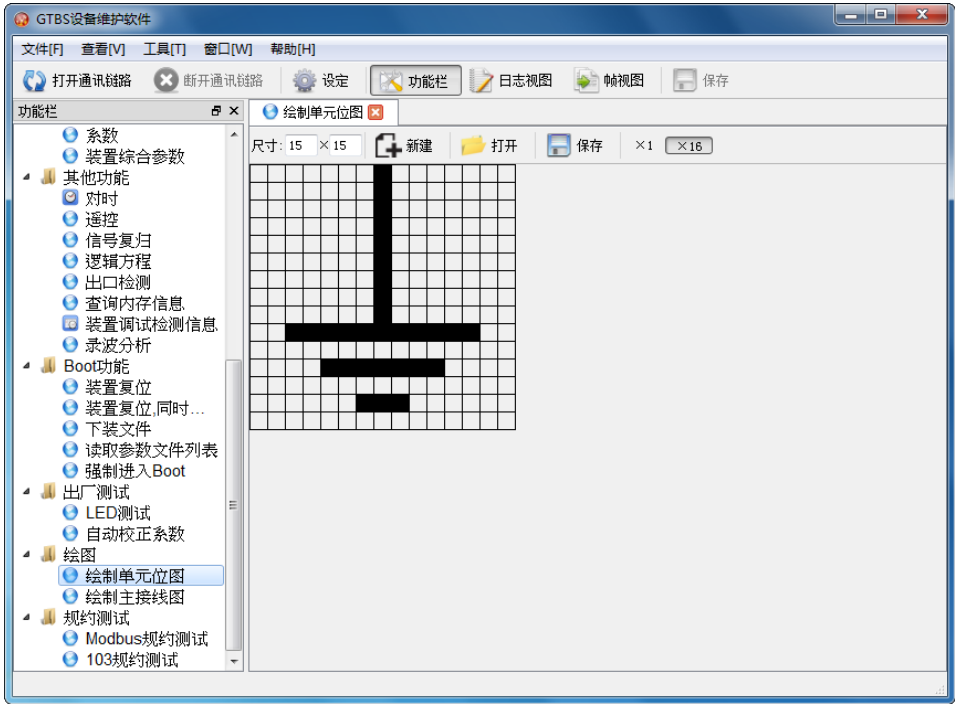
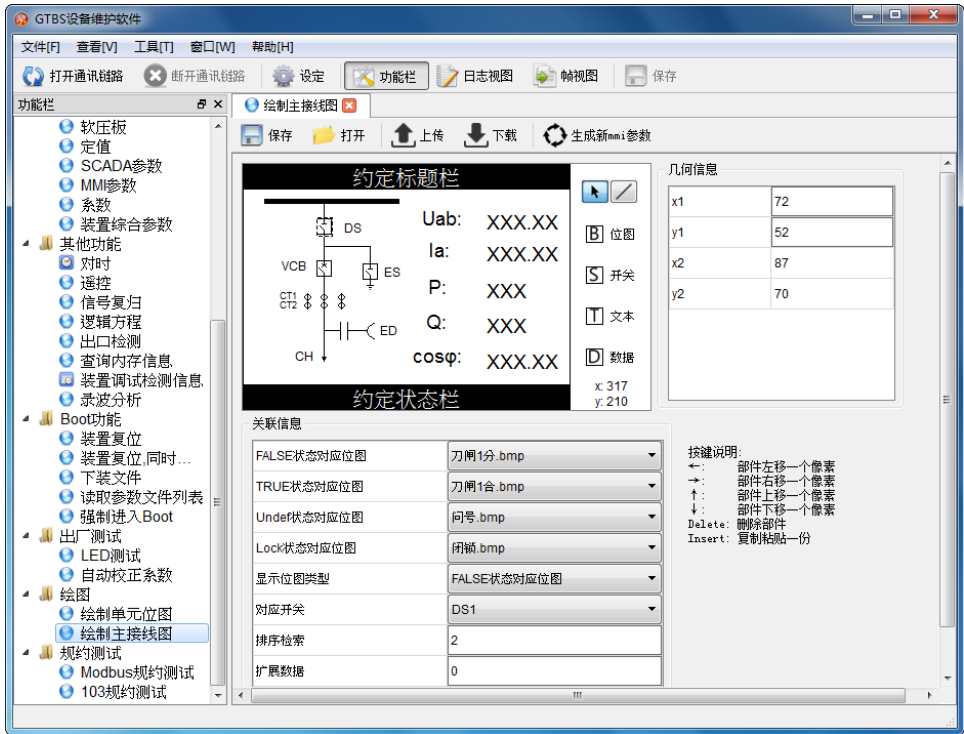

图 4.16 单元位图
图 4.17 主接线图
绘图功能由单元位图 and 主接线图两部分组成。如图 4.16 所示，通过单元位图功能，可以绘制位图（如 CT、PT、避雷器等）和开关（如隔离开关、断路器和接地开关等）。如图 4.17 所示，通过主接线图功能，可以绘制各类型开关柜（如进线柜、出线柜和母联柜等）的主接线图。
- (1) ：用于选择编辑的对象，如位图、开关、文本和数据等。
- (2) ：用于添加线条。
- (3) 位图：用于添加新的位图。
- (4) 开关：用于添加新的开关。添加开关后，需修改开关的关联信息，如各状态对应的位图、显示位图类型、对应开关和排序等。
- (5) 文本：用于标注位图、开关、和数据的名称。
- (6) 数据：用于添加各电气量的测量值。添加数据后，需修改数据的关联信息，如关联变量和小数点位数等。
- (7) 按键说明：如图 4.17 右下角所示。